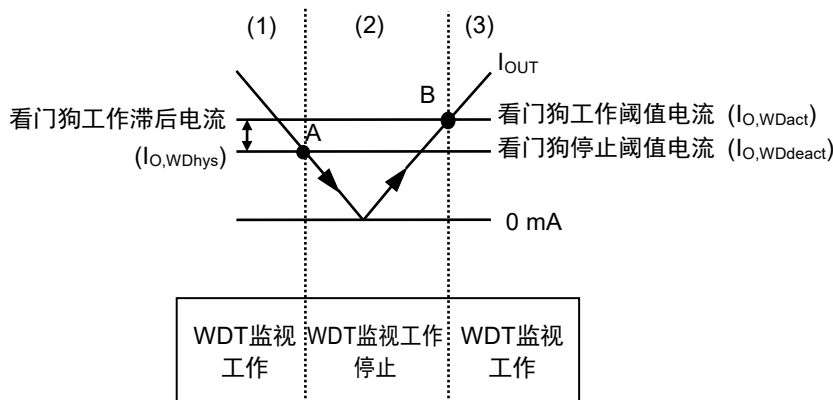

图50 自律看门狗工作功能
- (1) 稳压器的 $I_{OUT}$ 大于或等于看门狗工作阈值电流 ( $I_{O,WDact}$ )，并且WADJ端子电压 ( $V_{WADJ}$ ) 高于基准电压 ( $V_{ref}$ ) 时，比较器 (C1) 的输出变为 "H"。此时，看门狗定时器进行监视工作。
- (2) 当 $I_{OUT}$ 降低到小于或等于看门狗停止阈值电流 ( $I_{O,WDdeact}$ ) (图50的A点) 时， $V_{WADJ}$ 也降低到小于或等于 $V_{ref}$ ，C1的输出变为 "L"。此时，看门狗定时器停止监视工作。即使 $I_{OUT}$ 上升，在未达到 $I_{O,WDact}$ 时，看门狗定时器保持停止监视工作的状态。
- (3)  $I_{OUT}$ 再继续上升，达到大于或等于 $I_{O,WDact}$  (图50的B点) 时， $V_{WADJ}$ 也上升到大于或等于 $V_{ref}$ ，C1的输出变为 "H"，看门狗定时器开始监视工作。